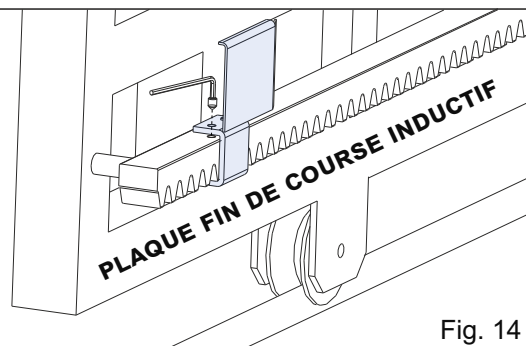
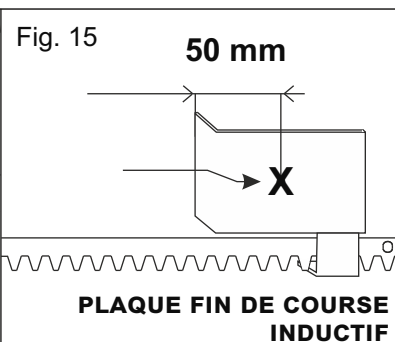

Fig. 14
Fig. 15
- **FIN DE COURSE INDUCTIF:** positionner la plaque (Fig. 14) sur la crémaillère en fonction de la position de fin de course souhaitée; fixez la plaque sur la crémaillère à l'aide des vis fournies. Amener le petit tôle d'ouverture du dispositif de fin de course inductif sur l'opérateur (indiqué par une flèche sur le dispositif) en correspondance avec le point «X» de la plaque (à 50 mm du côté plié de la plaque - Fig. 15).
- **FIN DE COURSE INDUCTIF:** positionner la plaque (Fig. 14) sur la crémaillère en fonction de la position de fin de course souhaitée; fixez la plaque sur la crémaillère à l'aide des vis fournies. Amener le petit tôle de fermeture du dispositif de fin de course inductif sur l'opérateur (indiqué par une flèche sur le dispositif) en correspondance avec le point «X» de la plaque (à 50 mm du côté plié de la plaque - Fig. 15)